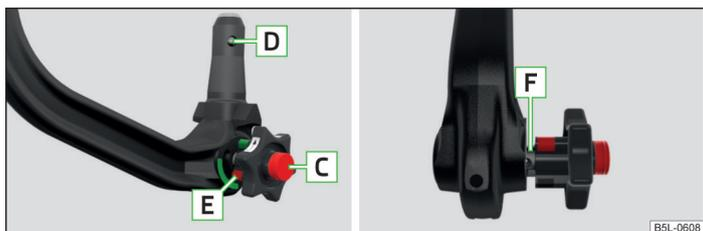

Fig. 128 Posición de reserva
**Posición de reserva ajustada correctamente » fig. 128.**